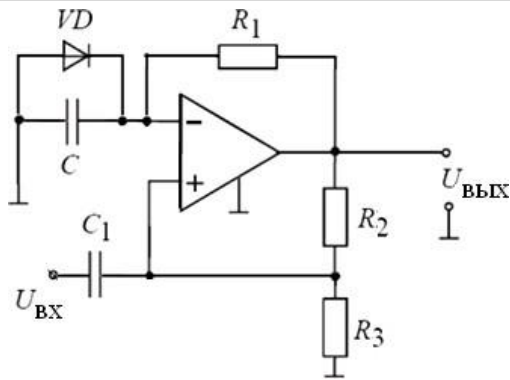

Рис. 14
14. Найти длительность импульса одновибратора (рис. 14), если известно, что $R_1 = 2$ кОм, $R_2 = 10$ кОм, $R_3 = 5$ кОм, $C = 2$ мкФ.